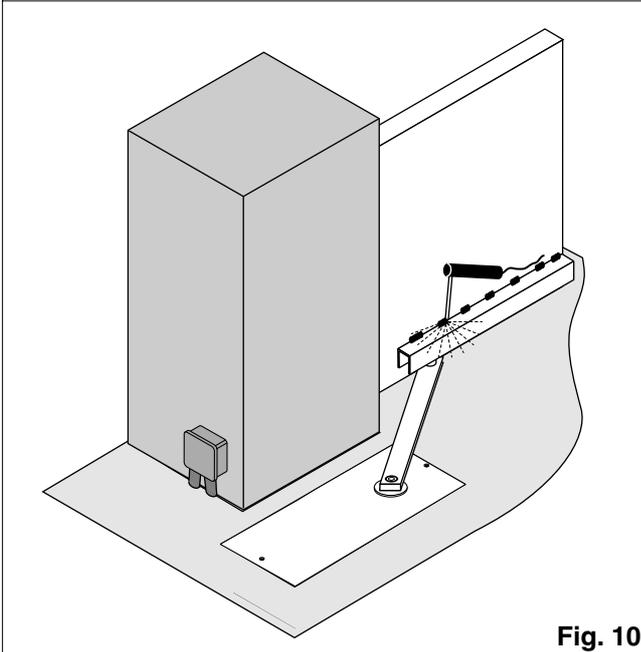

Fig. 10
- 4.6 (Fig. 10) Fixer la glissière à la porte au moyen de quelques points de soudage (Graisser l'intérieur du rail avant de l'installer).